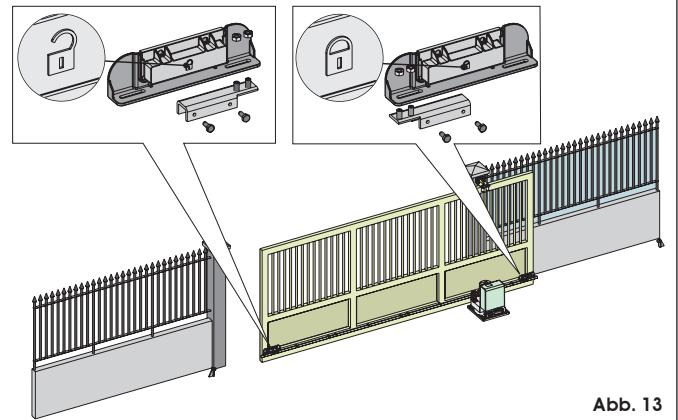

Abb. 13
Der Antrieb ist mit einem Magnet-Endschalter ausgerüstet, der den Stillstand der Bewegung des Tors verursacht, wenn der am oberen Teil der Zahnstange befestigte Magnet den Sensor erregt. Die im Lieferumfang des Antriebs enthaltenen Magnete sind entsprechend polarisiert und erregen lediglich einen Kontakt des Sensors, den Schließen- oder den Öffnungskontakt. Der Magnet, der den Kontakt für die Toröffnung erregt, weist die Abbildung eines offenen Schlosses auf, der Magnet, der den Kontakt für das Torschließen erregt, zeigt das Symbol eines geschlossenen Schlosses (siehe Abb. 13).
1. Die beiden Magnete laut Angaben in der Abbildung 13 zusammenbauen.